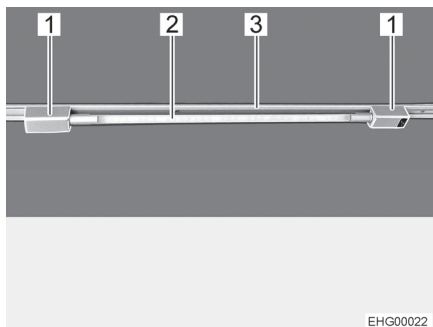

Fig. 26 Lampada tubolare
- Inserire i due supporti (Fig. 26,1) nella rotaia (Fig. 26,3). A tale scopo, ruotare i supporti di 90°.
- Infilare il corpo lampada (Fig. 26,2) in uno dei supporti.
- Ruotare il corpo lampada (Fig. 26,2), finché non si raggiunge l'effetto luminoso desiderato.